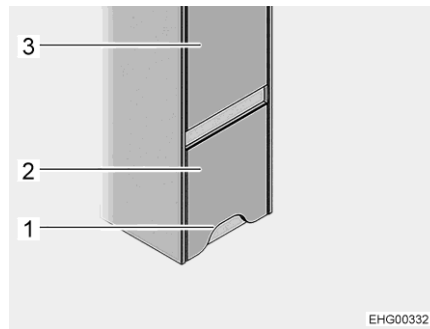
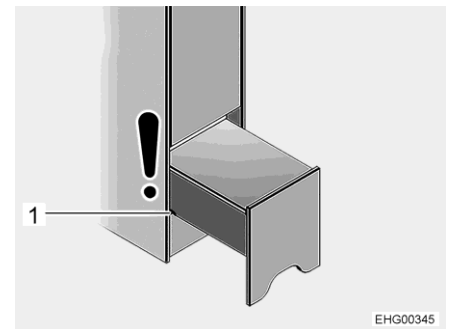

Bild 77 Aufstiegshilfe (geschlossen)
Bild 78 Aufstiegshilfe (Nachtposition)
Die Aufstiegshilfe ist auf der rechten Fahrzeugseite unter dem Kleiderschrank (Bild 77,3) vor dem Heckbett eingebaut.
- ▷ Die Toilettenraumbür liegt der Aufstiegshilfe gegenüber. Solange die Aufstiegshilfe nur teilweise herausgezogen ist ("Nachtposition", siehe Bild 78), kann die Toilettentür weiterhin geöffnet werden. Wenn die Aufstiegshilfe ganz herausgezogen ist, um Zugang zum Staufach zu erhalten, kann die Toilettenraumbür nicht mehr vollständig geöffnet werden.
- Aufstiegshilfe (Bild 77,2) am Ausschnitt (Bild 77,1) greifen, leicht anheben und bis zur ersten Nut (Bild 78,1) herausziehen (Nachtposition).